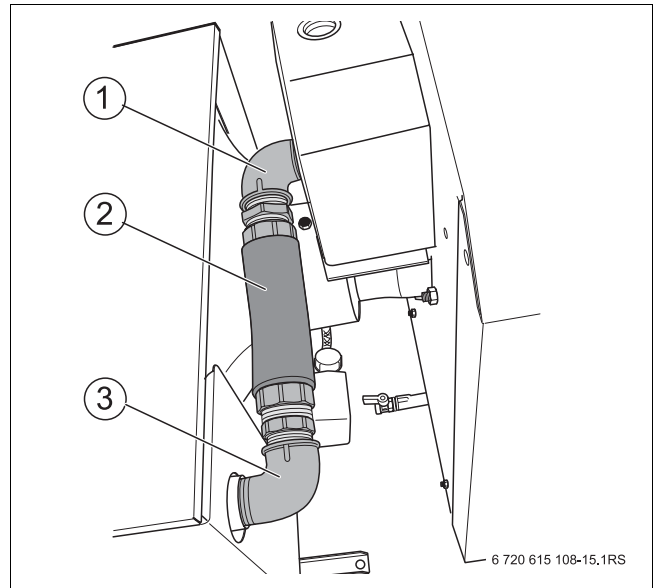

fig. 13 Ligação da saída de água do permutador de calor ao retorno da caldeira
- Isolar os dois cotovelos (→ fig. 13, [1] e [3]) com o material de isolamento fornecido.